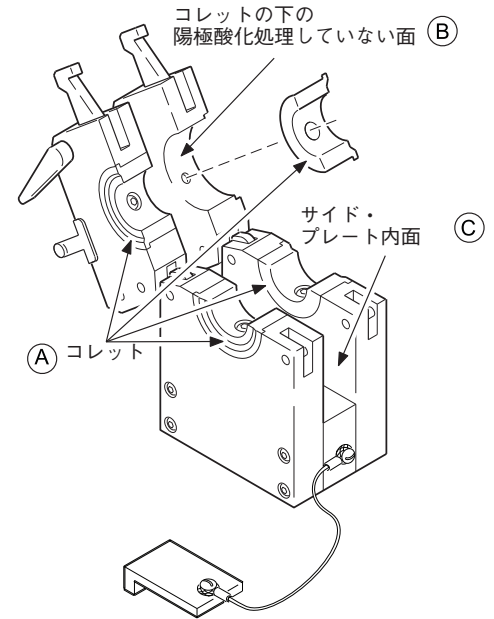

図 27：コレットおよびコレット取り付け面のクリーニングを行う
1. フィクチャー・ブロックに汚れ、磨耗、損傷が生じていないか検査します。図 27 をご参照ください。
1. コレットの検査およびクリーニングを行います。図 27 (A) をご参照ください。
4. 目の細かい研磨パッドを使用して、サイド・プレートの陽極酸化処理していない接合表面から酸化物を取り除きます。図 27 (B) をご参照ください。
5. 清潔な柔らかい布を使用して、サイド・プレートの内面から汚れや酸化物を取り除きます。図 27 (C) をご参照ください。頑固な付着物は、目の細かい研磨パッドを使用して取り除いてください。